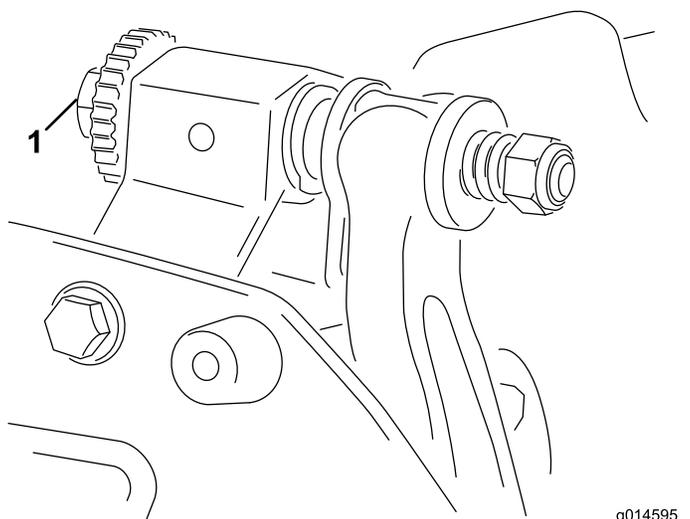

Bild 8
- A. Drehen Sie die Einstellschrauben des Untermesserträgers um jeweils eine Kerbe nach rechts, Bild 8 bis Sie leichten Kontakt spüren und hören.
6. Drehen Sie die Einstellschraube des rechten Untermesserträgers (Bild 8), bis Sie einen leichten Druck (d. h. Widerstand) an der Beilagscheibe spüren, wenn Sie sie von einer zur anderen Seite verschieben. Entfernen Sie die Beilagscheibe.